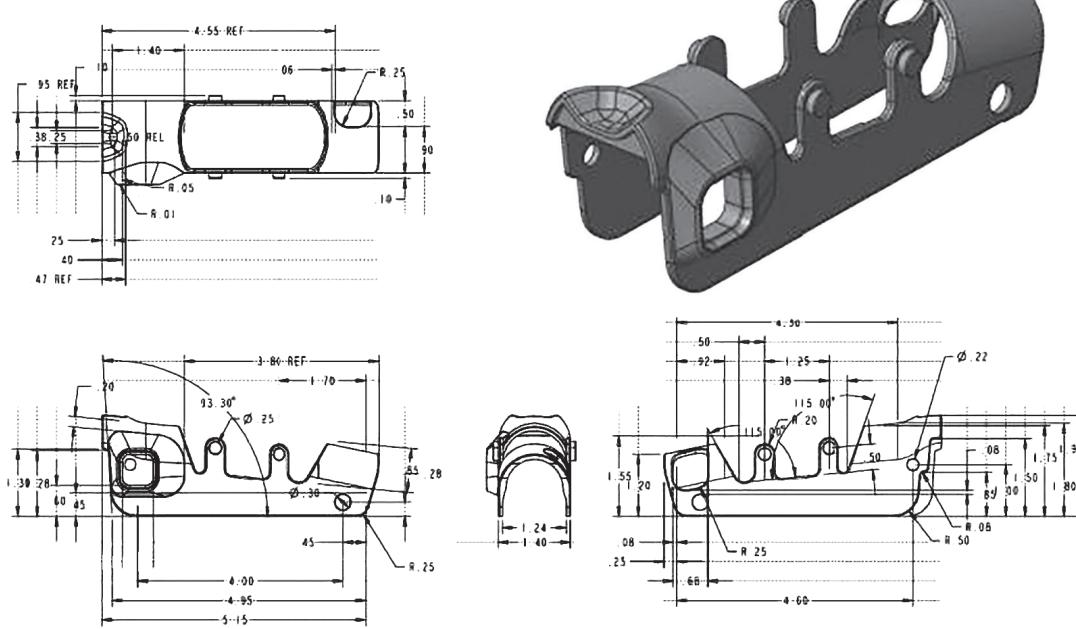

图 1-1-3 2D 工程图案例
(2) CREO PARAMETRIC 2D 工程图和文档：使用标准模板自动创建工程图；轻松创建尺寸、几何公差、注解等元素；快速地标注工程图尺寸、注释和注解“排版”；自动创建关联 BOM、视图和球标序号；支持大部分行业标准（GB、ANSI、ISO、ASME 和 JIS）。2D 工程图案例如图 1-1-3 所示。